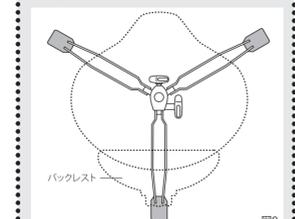

図 9
- バックレストをお使いの際は、3本のレッグのうちの1本がバックレストの真下に来るようにセッティングしてください。こうすることにより、安定性が高まり、イス本体の滑りを最少に抑えることができます (図 9)。